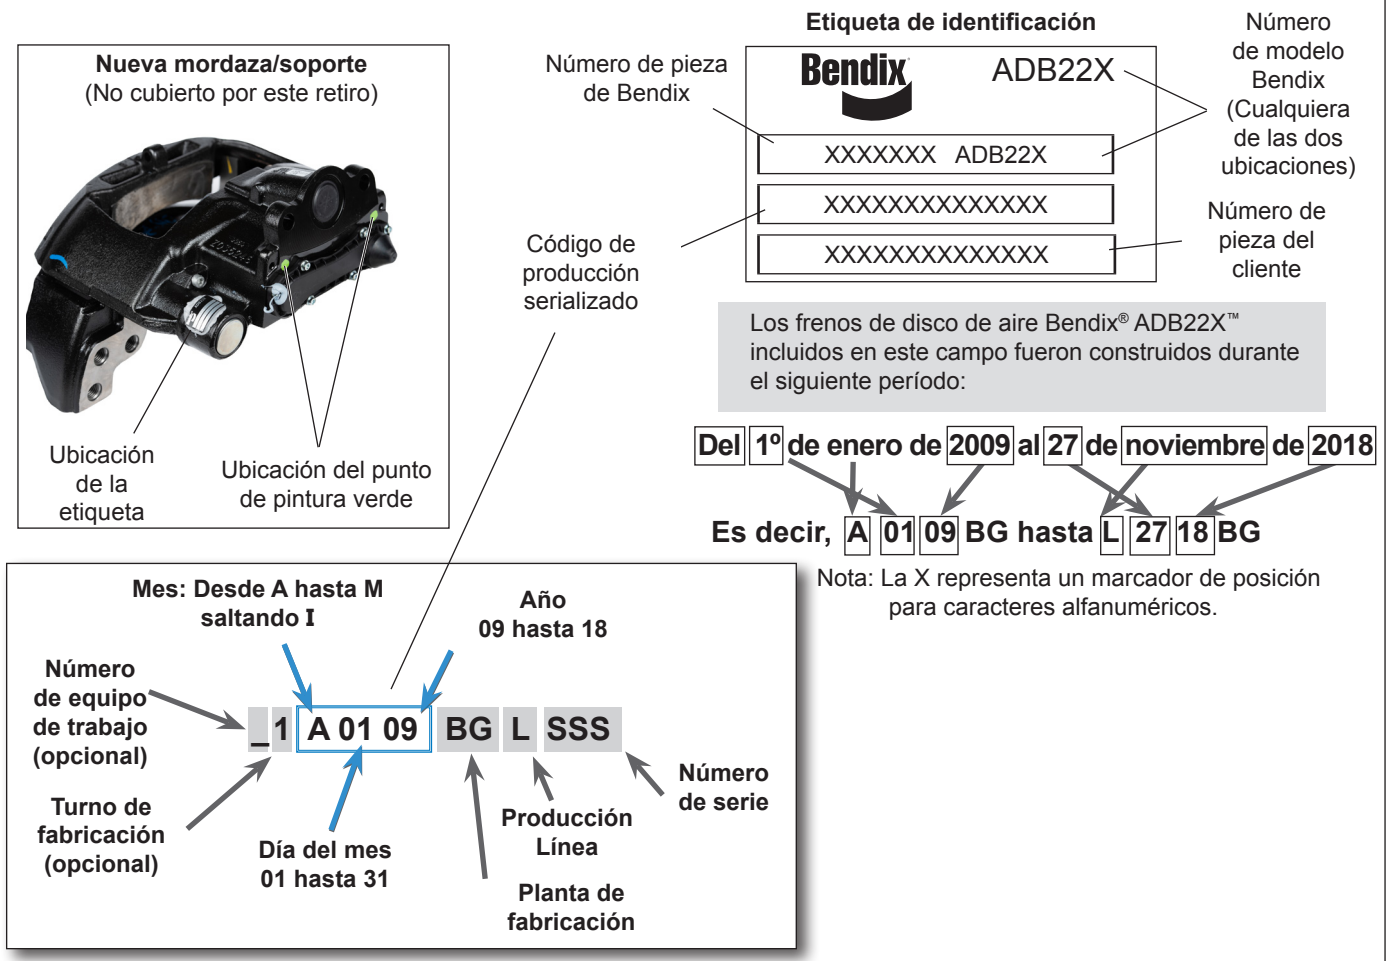

Figura 2: etiqueta de identificación de frenos de disco de aire Bendix® ADB22X™
4. Verifique que la mordaza y soporte estén incluidos en la campaña de retiro buscando un **punto de pintura verde** en la ubicación que se muestra en la figura 2. Este punto indica que la mordaza y soporte de los frenos de disco de aire Bendix® ADB22X™ ya fueron reemplazados como parte de la campaña de retiro.
5. Si no es visible un punto verde, busque la etiqueta del número de pieza en la mordaza como se muestra en la figura 2. Para esto podría ser necesario remover pintura y residuos de la carretera para identificar claramente el ensamble del freno. Vaya a la sección *Etiqueta de Identificación* para la interpretación de la etiqueta.
La etiqueta de identificación contiene el número de pieza, el modelo del freno, el código de producción serializado y, en algunos casos, el número de pieza del cliente. Consulte la figura 2 para la interpretación de la etiqueta de identificación.